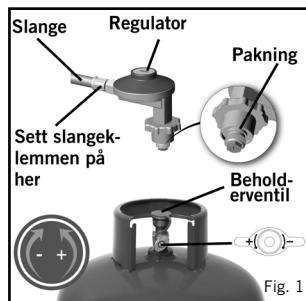

Fig. 1
- Slangen og forseglingen må kontrolleres for slitasje eller skader før hver bruk og før du kobler til gassflasken (se fig. 1).
- Utfør denne kontrollen hver gang du monterer apparatet til en gassflaske (se fig. 1).